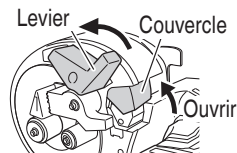

Fig. 25
- (3) Tourner le levier vers la direction indiquée par la flèche et ouvrir le couvercle. (Fig. 25)